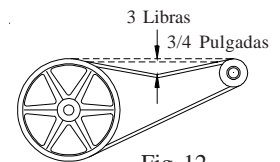

Fig. 12
- **Compruebe la tensión de la banda.** Una fuerza de 3 libras debe desviar la banda 3/4 pulgadas (véase fig. 12). Ajuste la banda si es necesario.